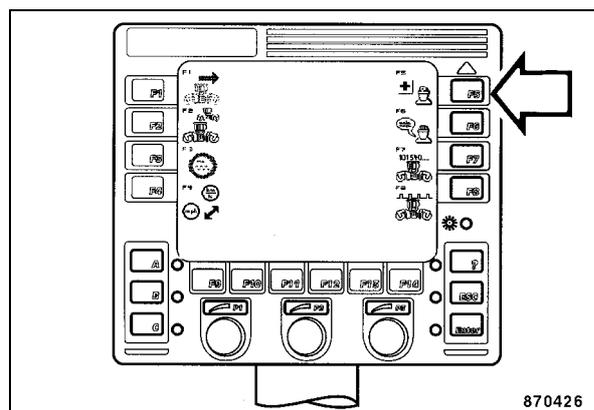

Рис. 202
- Нажать кнопку "F5" (диагностика) (Рис. 202).